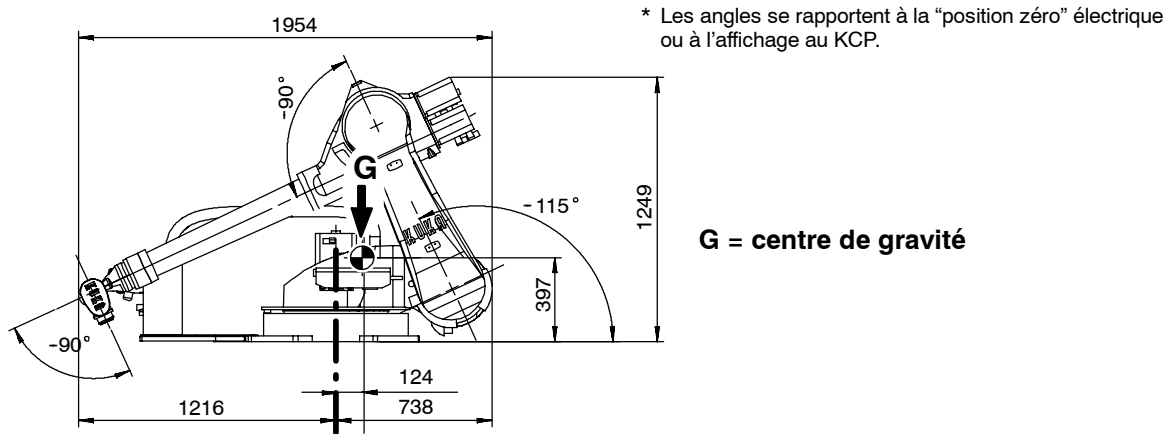
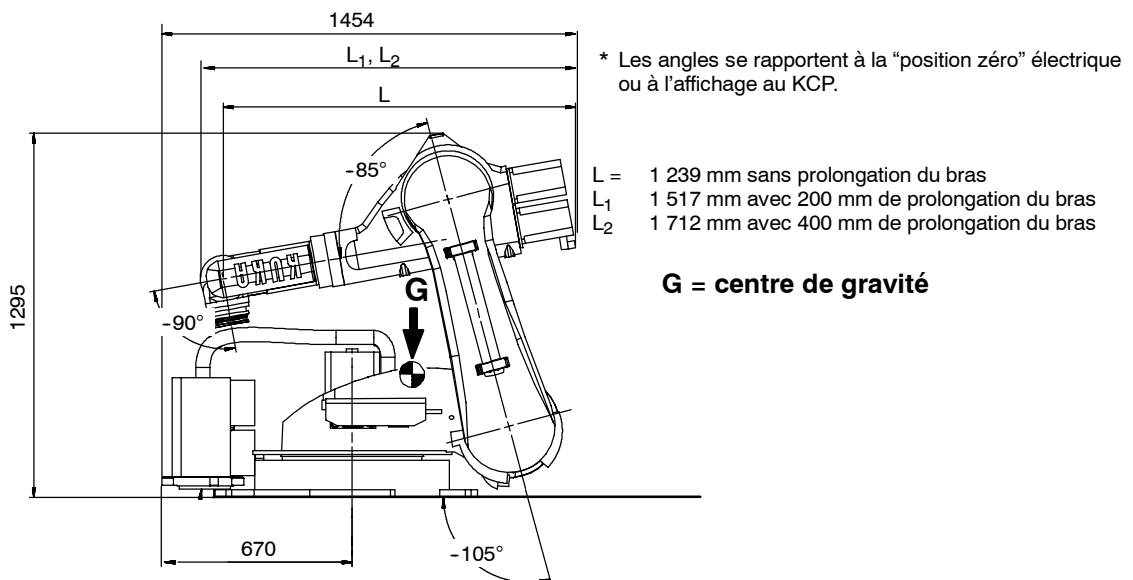

Fig. 65 Position de transport, KR 60 L16-2 KS
Fig. 67 Position de transport, robot monté au sol
Cette description ne s'applique qu'aux robots montés au sol et pour toutes les variantes de fixation. Pour la mise en place au sol en position inclinée, il faudra auparavant consulter KUKA. Avant de commencer à travailler, le manipulateur doit se trouver en position de transport (Fig. 64, Fig. 65).
(2) Mettre le robot en service et l'amener en position de transport (Fig. 67, Fig. 65).